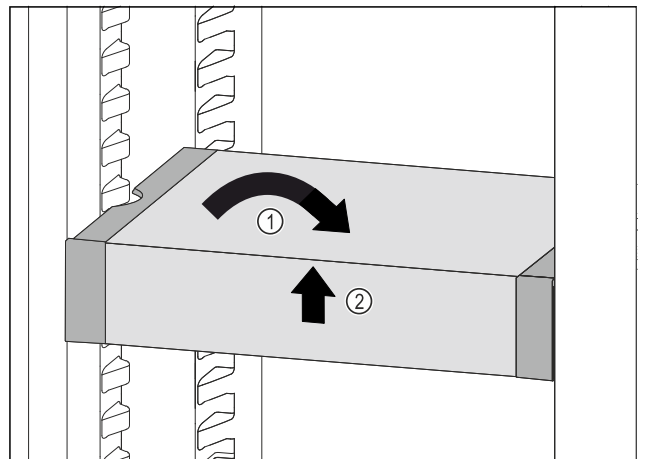

Fig. 113
- ▶ VarioSafe postavte rovno. Fig. 113 (1)
- ▶ VarioSafe nadvihnite vpredu. Fig. 113 (2)